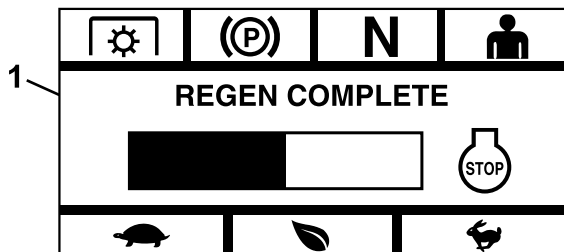

Figura 17
- **Completada** – si el proceso se completa correctamente, el módulo muestra la pantalla Regen Complete (Regeneración completada) (Figura 17). Incluye un gráfico de barras con una cuenta atrás de 5 minutos.